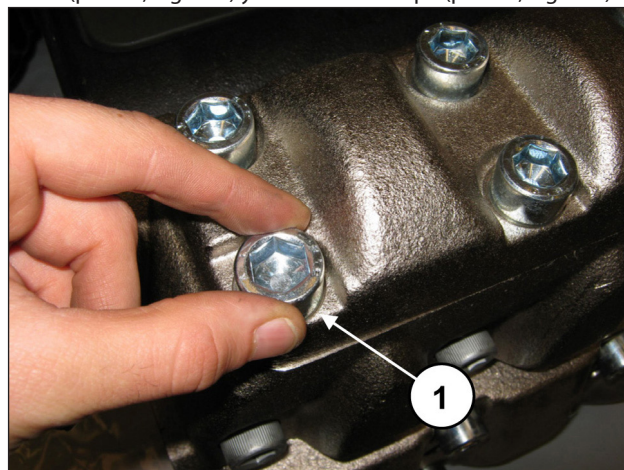
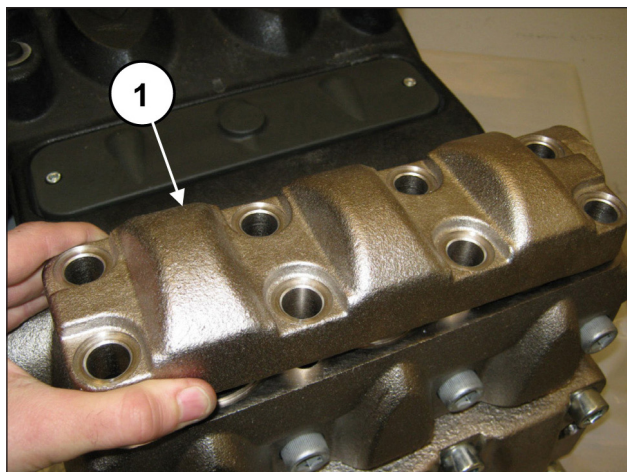

Fig. 135
Fig. 136
Quitar los 8 tornillos M16x45 de la tapa de las válvulas de envío (pos. ①, Fig. 135) y desmontar la tapa (pos. ①, Fig. 136).